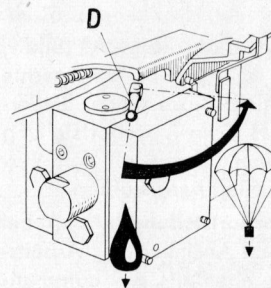

Bild 7
(Bild 7)
Die **Reaktionsgeschwindigkeit** des Arbeitsgerätes (Pflug) während der Fahrt durch weiche oder leichte Bodenstellen, kann durch die **Senkdrossel (D)** beeinflußt werden (s. Bild 7).